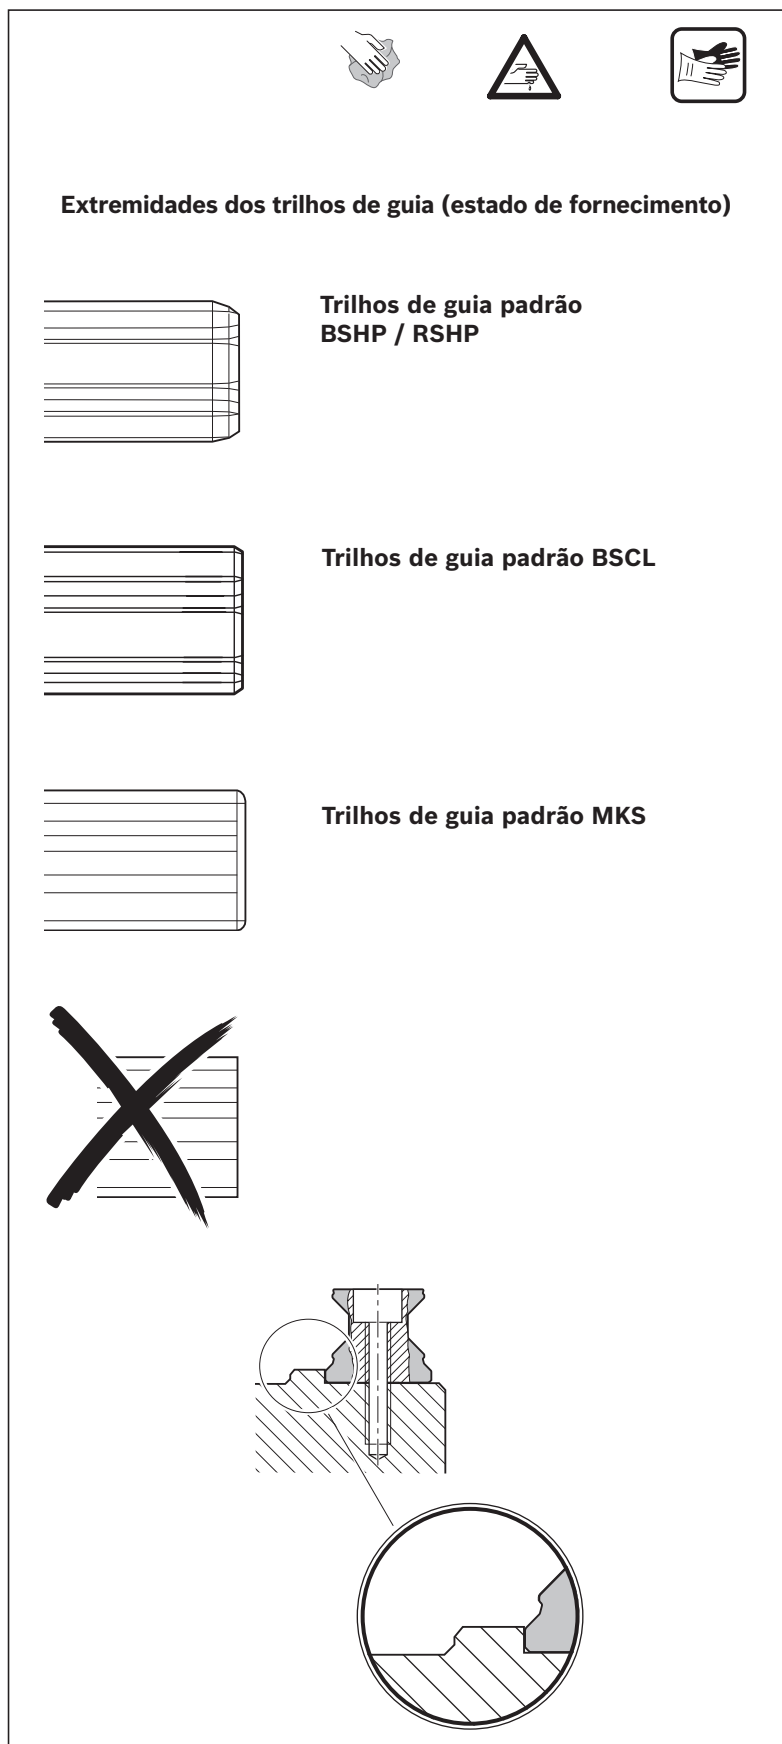

Fig. 11: Preparar trilhos de guia
- ▶ Em fornecimentos de trilhos de guia BSHP/RSHP em unidades de embalagem, as extremidades dos trilhos devem ser chanfrados conforme Fig. 11. Mais informações sobre isso, vide manual "Easy Customizing R320103159".